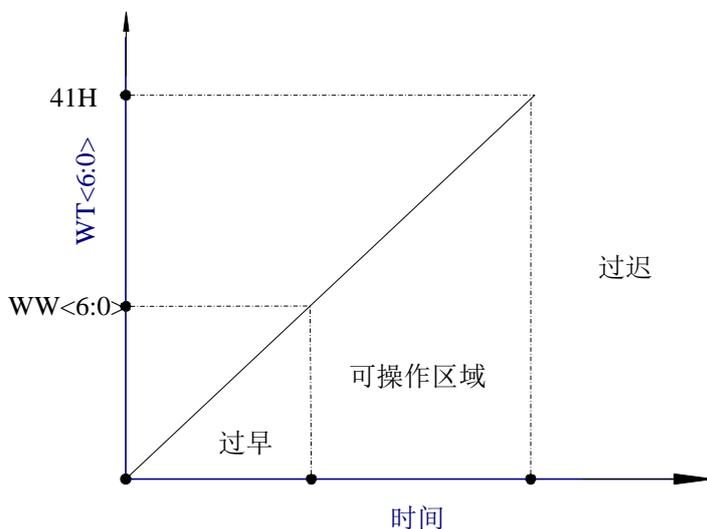

图 29-2 窗口看门狗原理图 (2)
注: 其中 TPEN/CLKS0/CLKS1 位只有在可操作区域内 (参照图 29-2 窗口看门狗原理图 (2)), 进行写才有效。
注：其中 SCLK/LFCLK/LP4M 只在可操作区域内（参照“图 29-2 窗口看门狗原理图 (2)”）可配置使用。